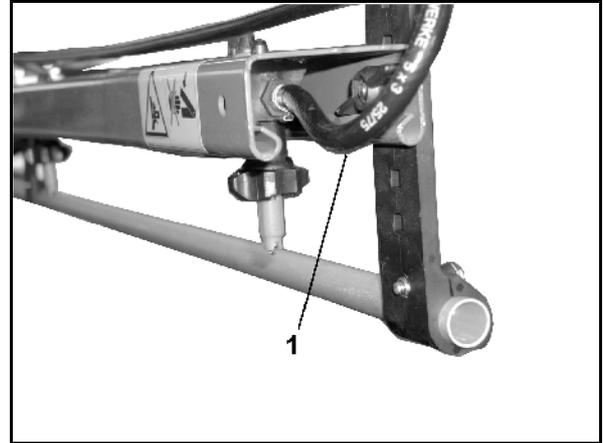

Fig. 77
- permet, lorsque le système de circulation de pression est activé, une circulation permanente du liquide dans la conduite de pulvérisation. Pour ce faire, un raccord de flexible de rinçage est assigné à chaque tronçonnement (Fig. 77/1).
- un flexible raccord de rinçage (Fig. 77/1) par tronçon.